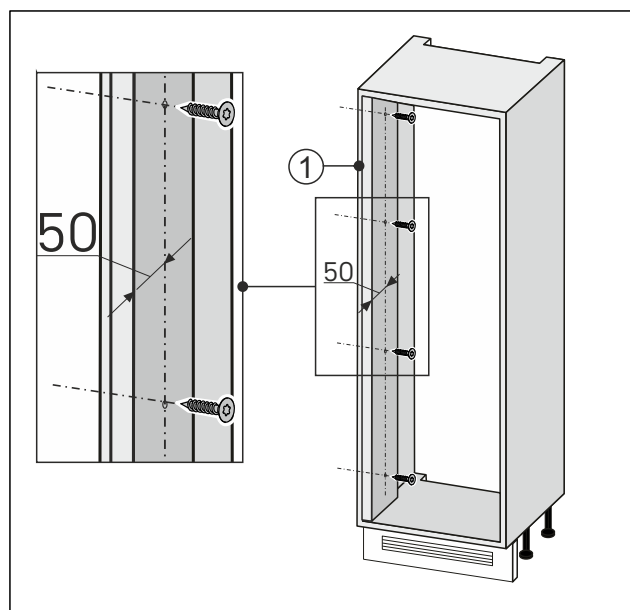

Fig. 88
- Skru vægudjævningen fast til møbelnichen på døråbningsiden Fig. 88 (1).